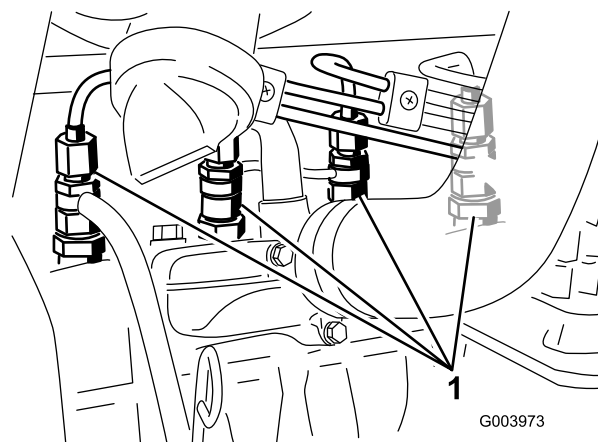

Figure 66
1. Desserrez le raccord entre l'injecteur N° 1 et le porte-injecteurs (Figure 66).